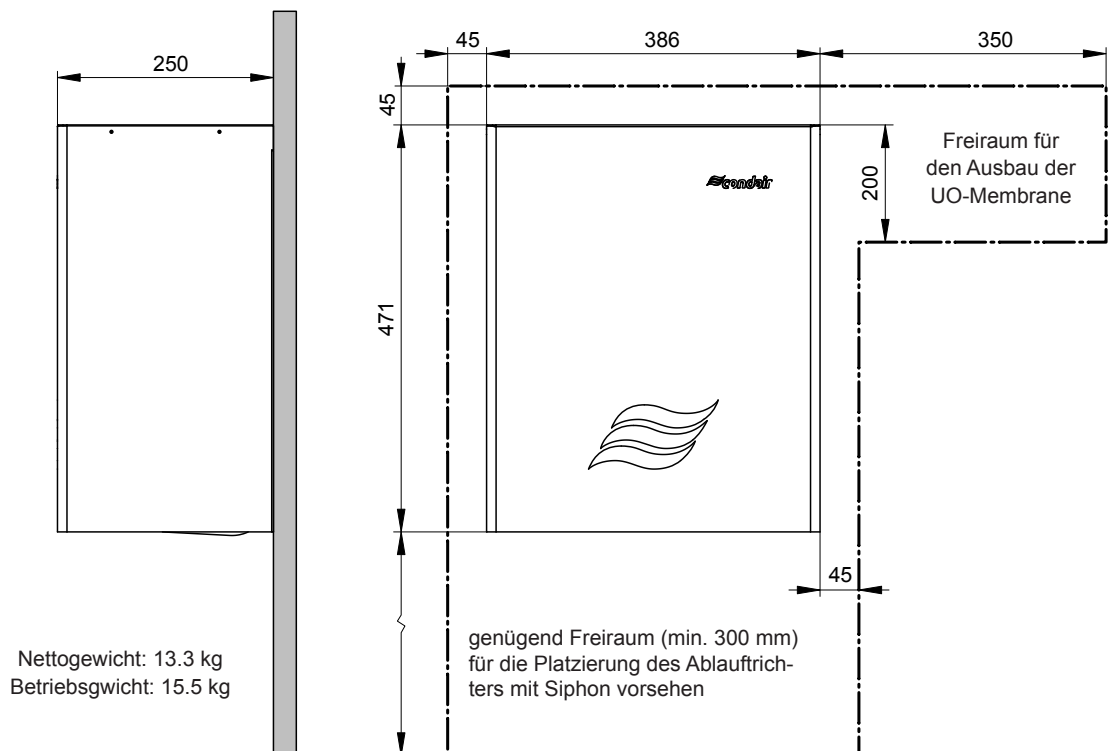
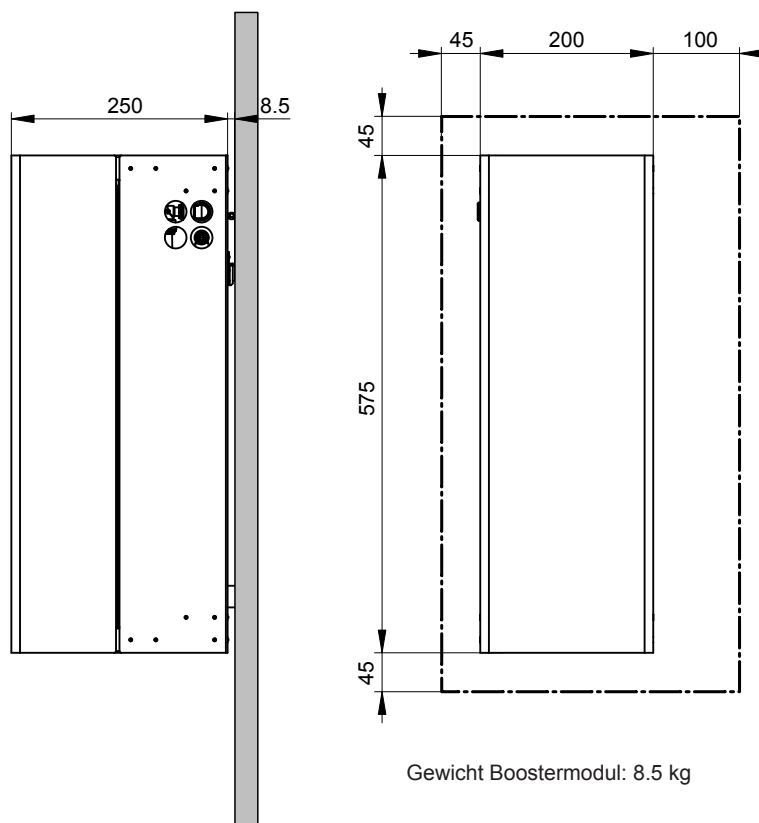
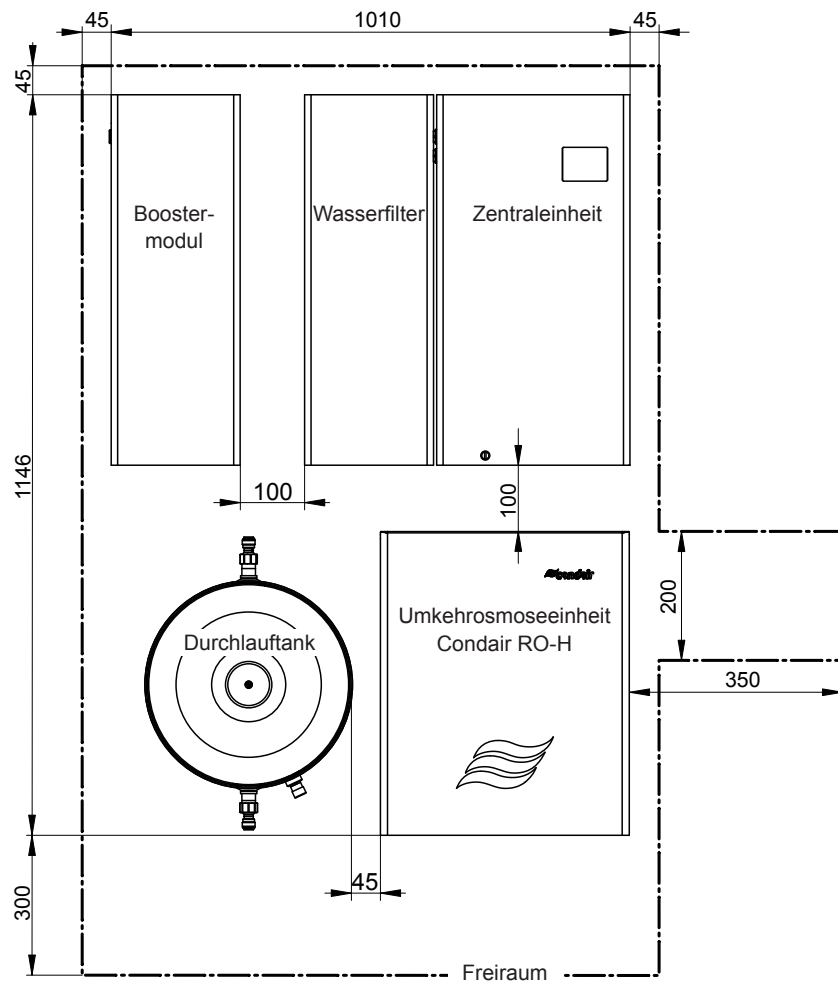

Abb. 9: Abmessungen RO-H (Masse in mm)
Abb. 11: Abmessungen Boostermodul (Masse in mm)
Abb. 14: Platzierungsbeispiel 3 (Masse in mm)
- Im Raum muss eine genügend grosse freie Wandfläche für die Montage der Umkehrosmoseeinheit RO-H, des Durchlauftanks und des Boostermoduls vorhanden sein (siehe Abb. 9 bis Abb. 14). Wichtig: Die Wand an der die Komponenten des Umkehrosmosesystems montiert werden, muss eine ausreichende Tragfähigkeit aufweisen (siehe Gewichtsangaben in Abb. 9 bis Abb. 11) und für die Befestigung geeignet sein.